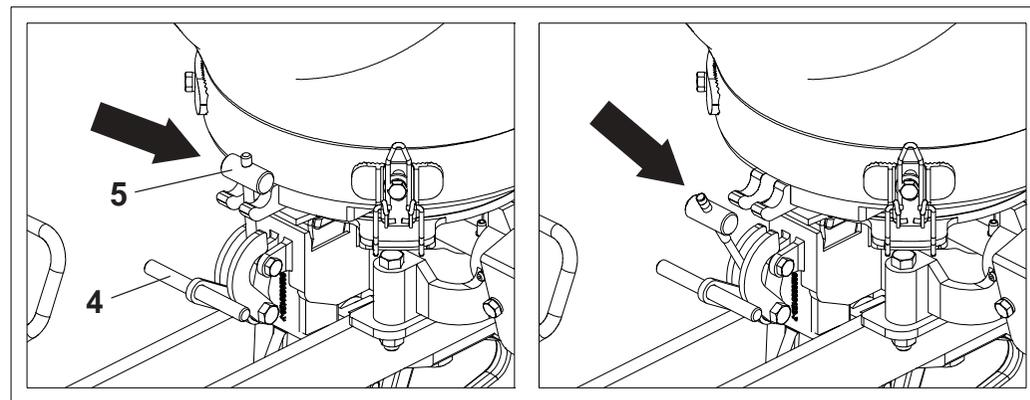

FIGURA 32
1 - Levante a alavanca (4) para desarme da trava (5) do depósito de semente, conforme mostra a figura 32.